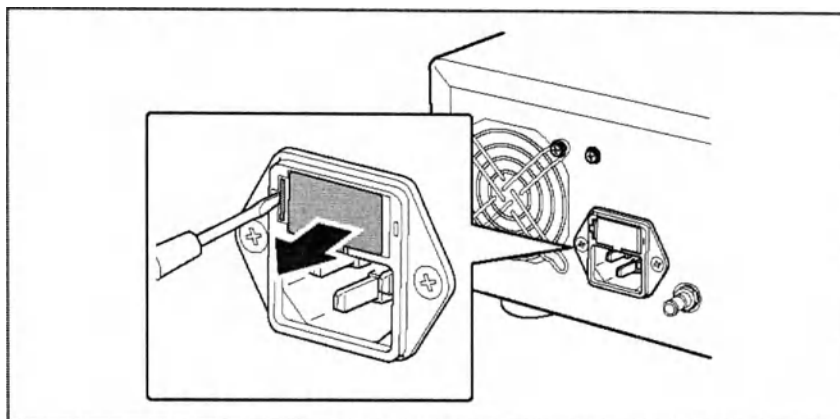

Рисунок 6.3
2. Вставьте отвертку с плоским шлицем в выемку блока предохранителей чуть выше гнезда электропитания (см. рисунок 6.3).